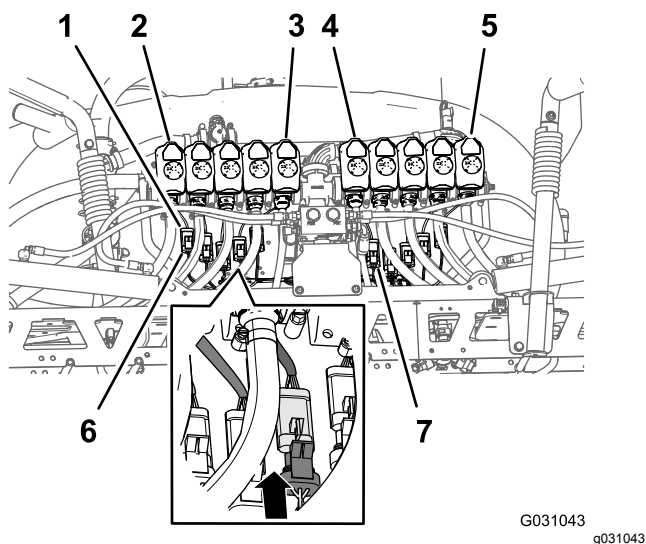

Figura 133
1) al conector de 3 pines del arnés de cables de la válvula de boquilla 1 (Figura 133).
- Repita el paso 3 en las posiciones de válvula de boquilla 2 a 10 (Figura 133).
- Enrute los conectores hembra de 3 vías de la rama de 203 cm del arnés de cables etiquetados **Nozzle Valve 1** (válvula de boquilla 1) a **Nozzle Valve 5** (válvula de boquilla 10) por detrás del soporte de 5 válvulas y por debajo de las válvulas 6 a 10 (Figura 133).
- Enrute los conectores hembra de 3 vías de la rama de 203 cm del arnés de cables etiquetados **Nozzle Valve 6** (válvula de boquilla 6) a **Nozzle Valve 10** (válvula de boquilla 10) por detrás del soporte de 10 válvulas y por debajo de las válvulas 6 a 10 (Figura 133).